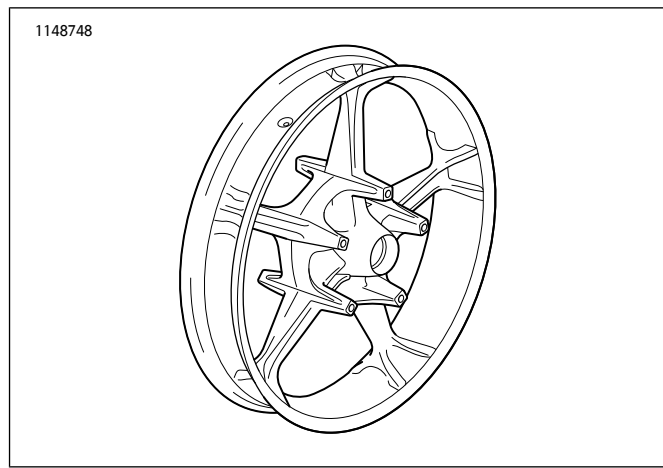

图1。维修零件：Aggressor前轮套件
2. 参见图1。在车轮上安装阀杆组件(L)。参阅维修手册中的“轮胎”部分。